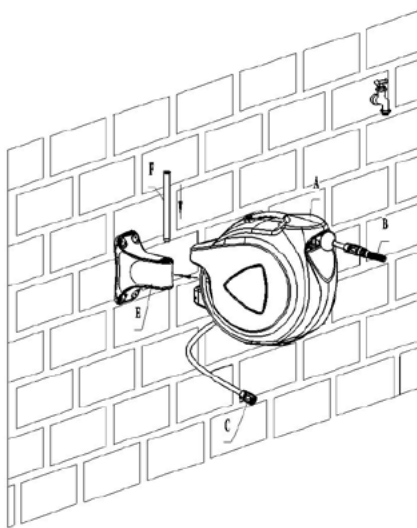

Bild 6
4. Fäst vinda på väggfästet med metallröret. *(Bild 6)*